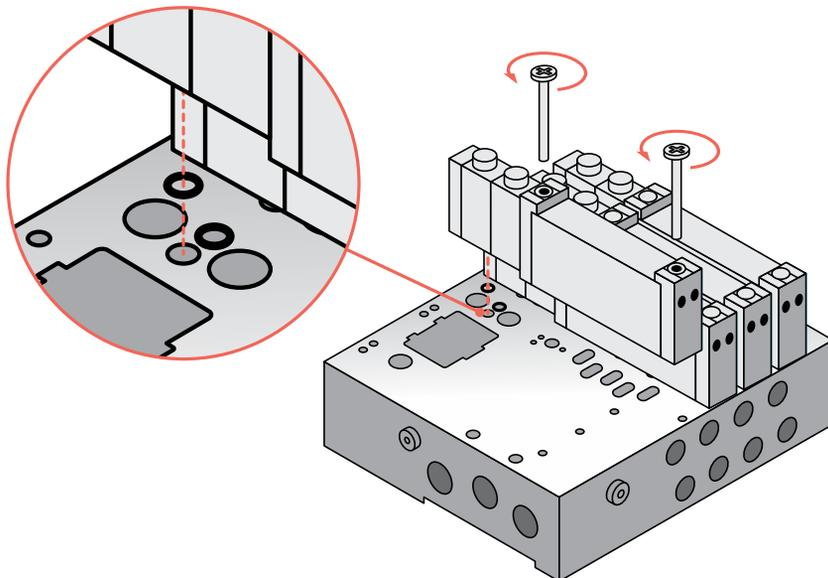

Рисунок 12 - Демонтаж распределителя
**ВНИМАТЕЛЬНО**, осмотрите монтажное место снятого распределителя (модуля или заглушки) на пневмоострове на наличие резиновых уплотнений. При демонтаже уплотнения могут остаться в основе пневмоострова (см. рисунок 12), необходимо их извлечь и установить на демонтированный распределитель (модуль или заглушку).